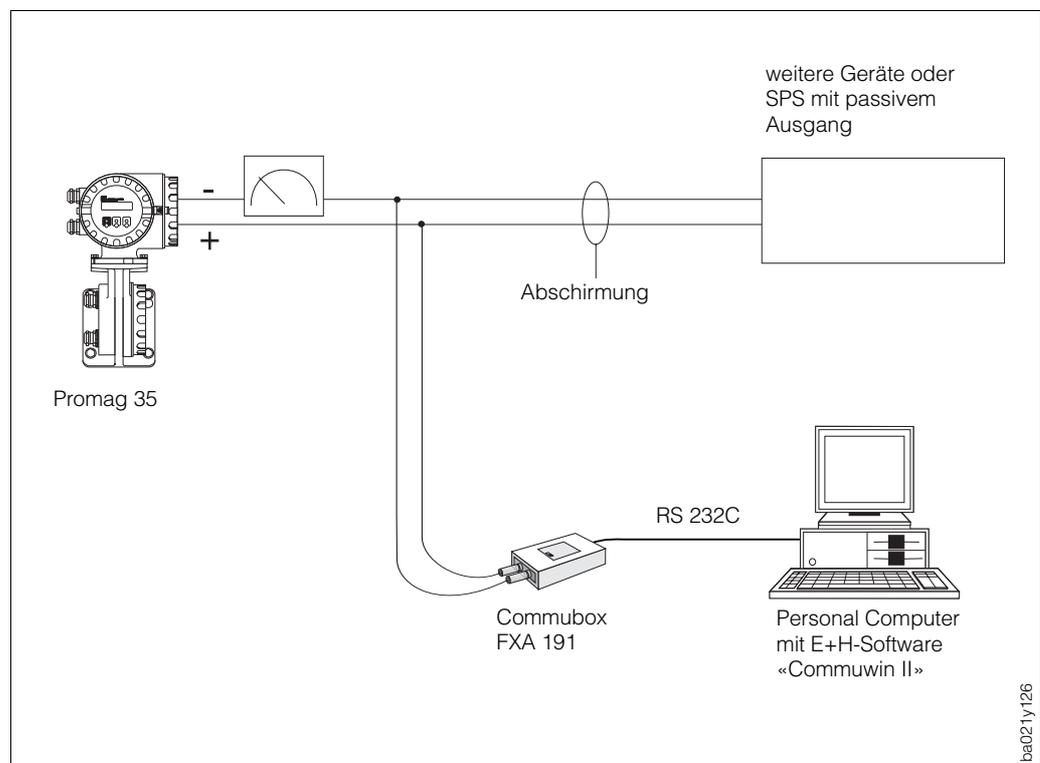

Abb. 43
- Anschluß über die 4...20-mA-Analogsignalleitung des Stromausgangs, s. Abb. 43